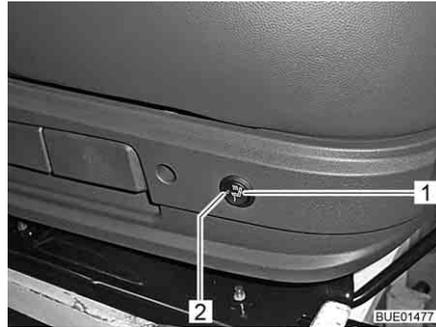

Bild 23 Schalter für Sitzheizung
- Schalter (Bild 23,1) hinten an der linken Seite der Sitzkonsole drücken.
Wenn die Sitzheizung arbeitet, leuchtet die LED (Bild 23,2).
- Schalter (Bild 23,1) in Mittelstellung schalten. Die LED erlischt.